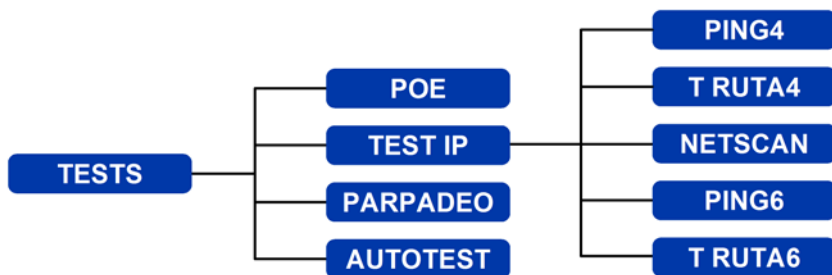

Fig. 16 Mapa de menú de tests: comprobación de Ethernet (2)
(2) Cuando se detecta una red activa pero ninguna unidad remota del SignalTEK NT, en la barra de información de la pantalla de inicio aparece el mensaje "Ethernet" y al seleccionar el icono TESTS, se accede a los tests de Ethernet disponibles que se muestran en la Fig. 16.